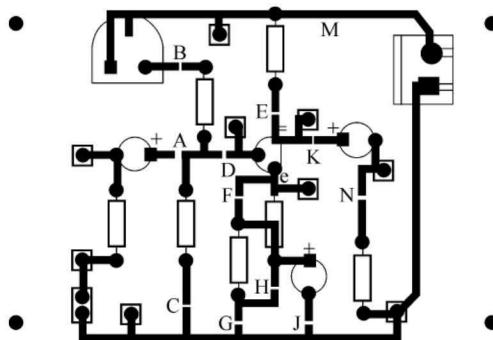

图 2-2 电路板安装图
要认真细心地进行元器件安装,元器件安装质量好坏,直接影响到产品的电路性能与整机质量。安装前要按照电子工艺规范的焊接技术认真练习后,再进行整体电路的安装。电路板安装图如图 2-2 所示。
(1) 元器件成形与引脚处理。装机前要对各元器件引脚进行成形处理,再将各元器件引脚准备焊接处进行刮削去污、去氧化层,然后在各引脚准备焊接处上锡。
(2) 元件插装与固定。将经过成形、处理过的元器件按图 2-2 所示进行插装,插装顺序按“先小后大”原则进行。插装时各元器件均不能插错,特别要注意有极性元件不能插反,如二极管、三极管、电解电容等。
(3) 安装后,为防止安装有误,给后续工作带来麻烦,一定经辅导老师或同学相互检查后才允许焊接。
(4) 焊接技术。参考项目七的知识链接七—焊接技术。
(5) 按图 2-2 把元器件安装到对应的位置,可先焊接电阻,再焊接电容和三极管等。焊接时注意电解电容极性(电解电容长脚为正极,插入 PCB 带“+”端),三极管注意三个管脚(e、b、c)方向。焊接接线端子注意平贴 PCB,焊接电源接线座及接线注意正负极:红为“+”黑为“-”。